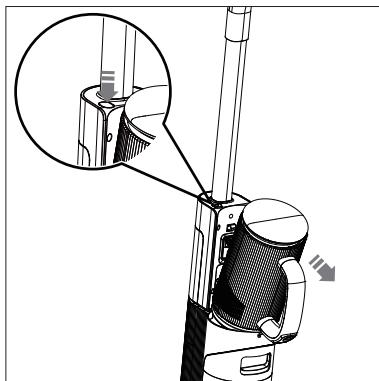

Fig. 21 – Extracción de la unidad del motor
- ▶ Sujete firmemente la unidad del motor y pulse el botón de desbloqueo de la unidad del motor (4) para soltarla.
- ▶ Incline la unidad del motor hacia delante para extraerla del aparato (**véase Fig. 21**).